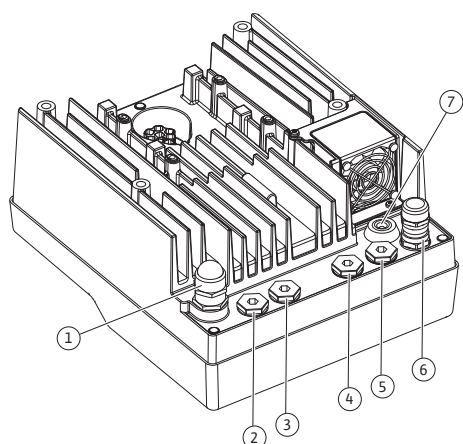

Fig. 19: Στυπιοθλίπτης καλωδίου/Ανοίγματα διέλευσης καλωδίων
4. Οδηγήστε το καλώδιο σύνδεσης' μέσω του στυπιοθλίπτη καλωδίου M25 (Fig. 19, θέση 1). Σφίξτε τον στυπιοθλίπτη καλωδίου με την προκαθορισμένη ροπή.